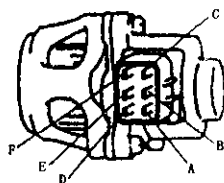

图 2-101 测量废气再循环系统阀电阻值
- (1) 拆下蓄电池上负极电线。
- (2) 断开废气再循环系统阀插接件。
- (3) 如图 2-101 所示,检查废气再循环系统阀每对插头间电阻。